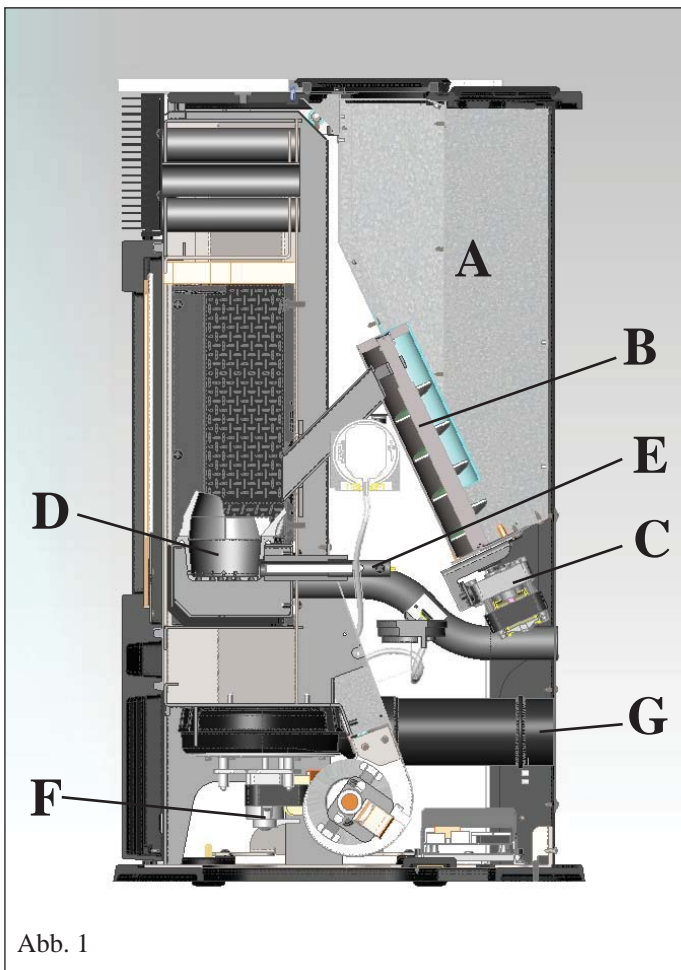

Abb. 1
Der Heizofen produziert warme Luft, er verwendet dazu als Brennstoff Holzpellet, dessen Verbrennung elektronisch gesteuert wird. Nachfolgend wird deren Betriebsweise beschrieben (die Buchstaben beziehen sich auf die Abbildung 1). Der Brennstoff (Pellet) wird dem Brennstoffbehälter (A) entnommen und mittels einer durch einen Getriebemotor (C) angetriebenen Förderschnecke (B) in den Verbrennungstiegel (D) befördert.